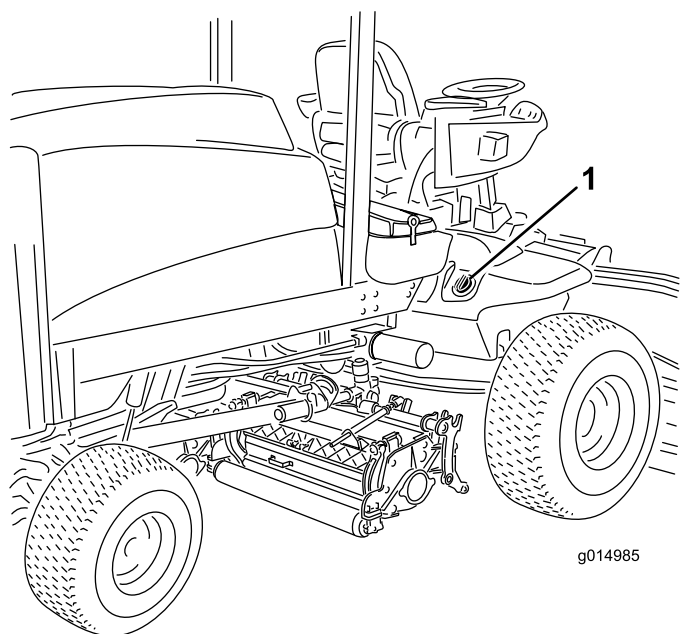

Figura 38
2. Pulite attorno al collo del bocchettone e del tappo del serbatoio idraulico (Figura 38). Togliete il tappo dal collo del bocchettone.